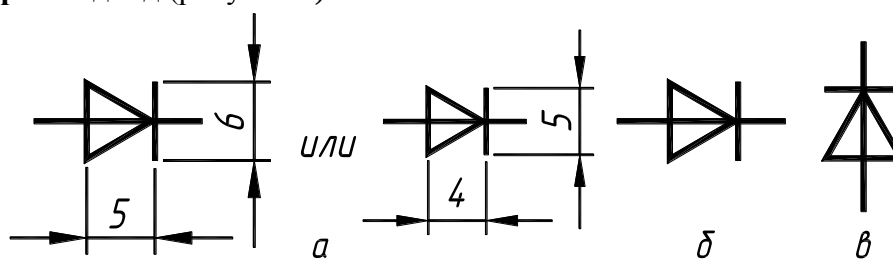

Рисунок 4
3.4. Вычертить диод (рисунок 4).
Рисунок 4а иллюстрирует форму и размеры условного графического обозначения диода, состоящего из многоугольника и отрезков; рисунки б и в – изображение диодов на схемах.
Для завершения рисунка диода вычертить три отрезка. **ПРис Отрезок**: Первая точка: **60, 247 <ОК>** Следующая точка: **сместить прицел влево**, в **КС** ввести длину отрезка: **4.9 <ОК> <ОК>**. **ПРис Отрезок**: Первая точка: **60, 247 <ОК>** Следующая точка: **сместить прицел вправо**, в **КС** ввести длину отрезка: **10.1 <ОК> <ОК>**. **ПРис Отрезок**: Первая точка: **65.2, 250 <ОК>** Следующая точка: **сместить прицел вниз**, в **КС** ввести длину отрезка: **6 <ОК> <ОК>** (рисунок 4б).
ОП Конточка: прицелом указать на левую конечную точку вывода диода. Угол поворота: 90 (градусов) <ОК> (Рисунок 4в).
10. Перечислите графические примитивы, используемые при построении УГО диода (рисунок 4а) ?